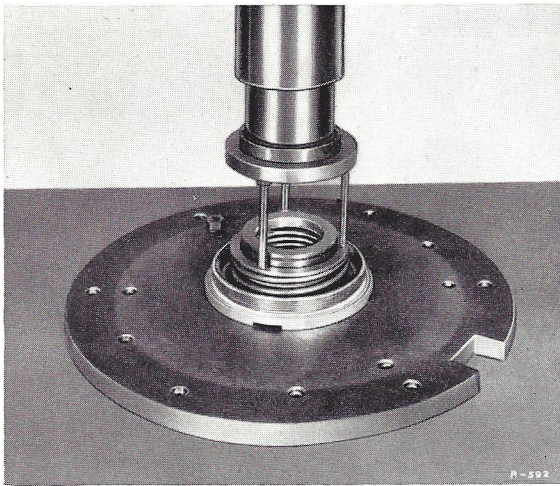

Bild 25 - 4/4
7. Die Axialdichtung unter der Presse wieder zusammenbauen. Darauf achten, daß der Sprengring (2) richtig sitzt (siehe Bild 25 - 4/1).